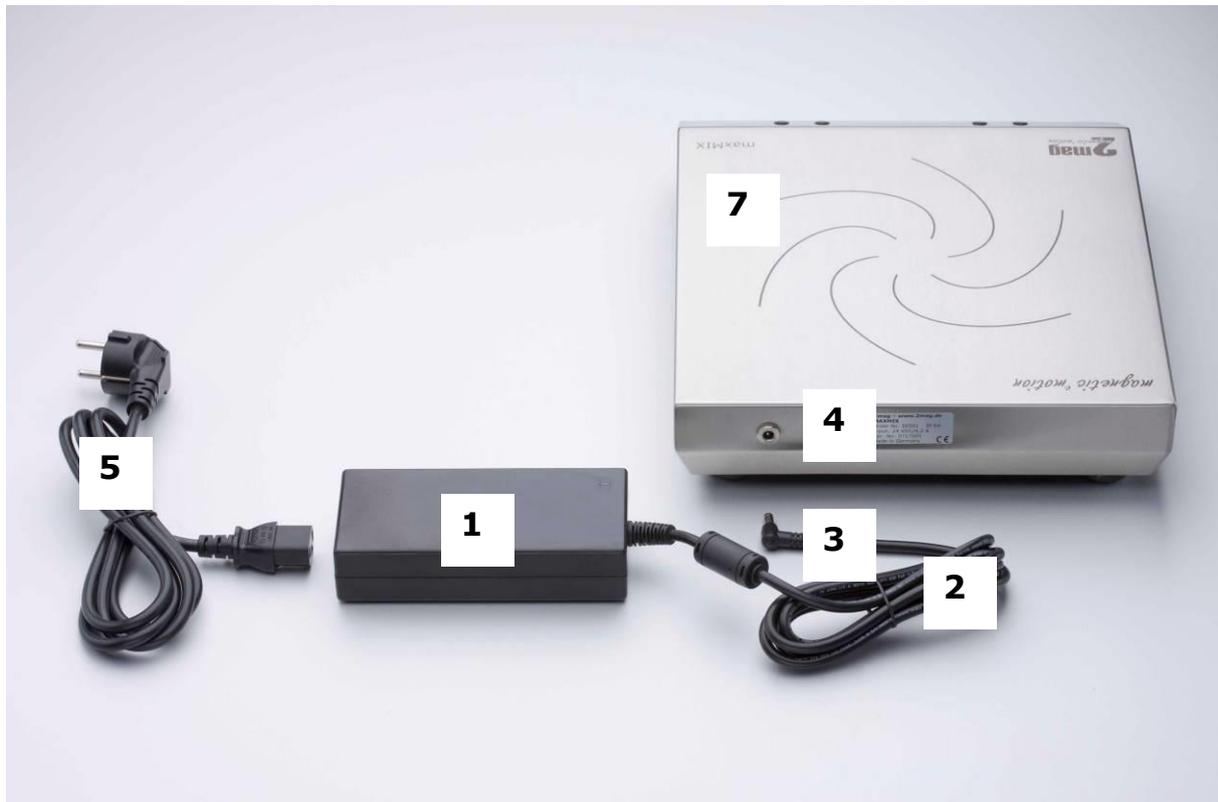

Bild 2: Inbetriebnahme, Rückseite Magnetrührer maxMIX
3.2 Installation, Verbindung zum Netzgerät Schritt für Schritt-Anleitung (siehe auch Bild 2)
- Nehmen Sie die dünnere Leitung (2) des Netzgerätes (1) und stecken Sie den runden Stecker (3) in die dafür vorgesehene Buchse auf der Rückseite des Magnetrührers (7).
- Verbinden Sie die mitgelieferte Netzleitung (5) mit dem Netzgerät (1) und verbinden es anschließend mit einer Netz-Steckdose.